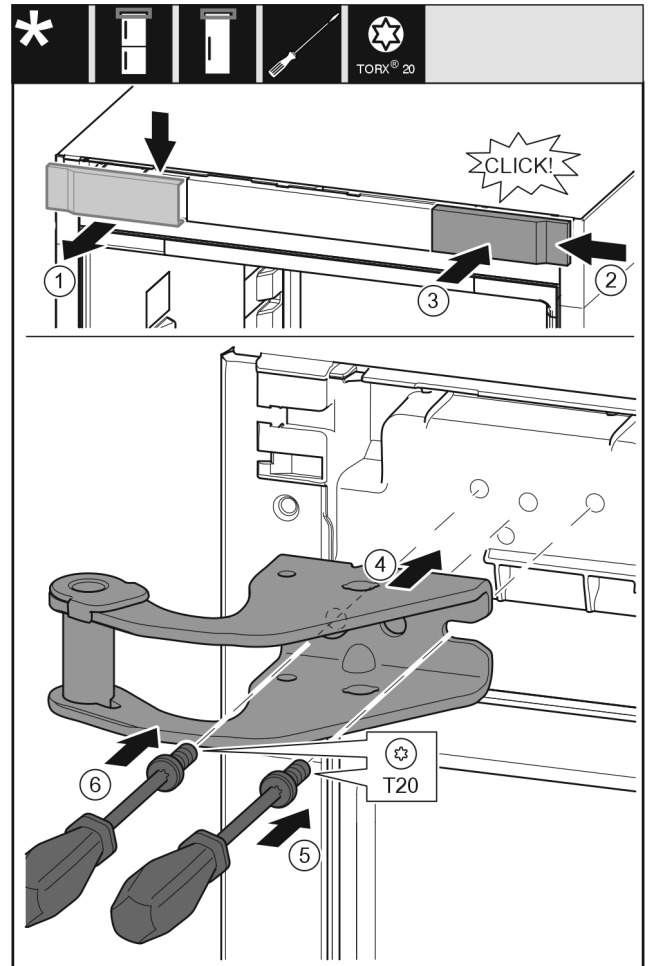

Fig. 33
- Abdeckung Fig. 33 (1) von oben nach vorne abnehmen.
- Abdeckung Fig. 33 (2) um 180° gedreht auf der anderen Seite von rechts einhängen.
- Abdeckung Fig. 33 (3) einrasten.
- Oberen Lagerbock Fig. 33 (4) ansetzen.
- Schraube Fig. 33 (5) mit Schraubendreher ansetzen und festdrehen.
- Schraube Fig. 33 (6) mit Schraubendreher ansetzen und festdrehen.